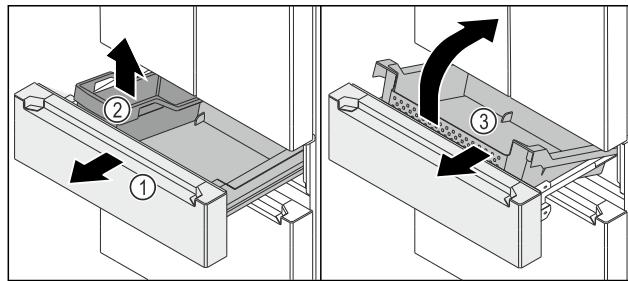

Fig. 141
- Витягніть висувний візок Fig. 141 (1) до упору.
- Вийміть FlexBox Fig. 141 (2).
- Підніміть контейнер Fig. 141 (3) спереду.
- Вийміть контейнер Fig. 141 (3) під кутом уперед.